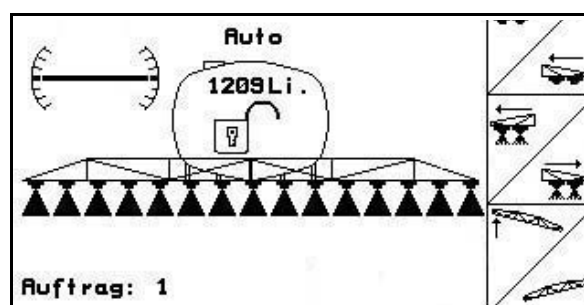

Bild 97
- På displayen visar symbolen för lutningsinställning (Bild 97/1) att sprutrampen är i vågrätt läge.